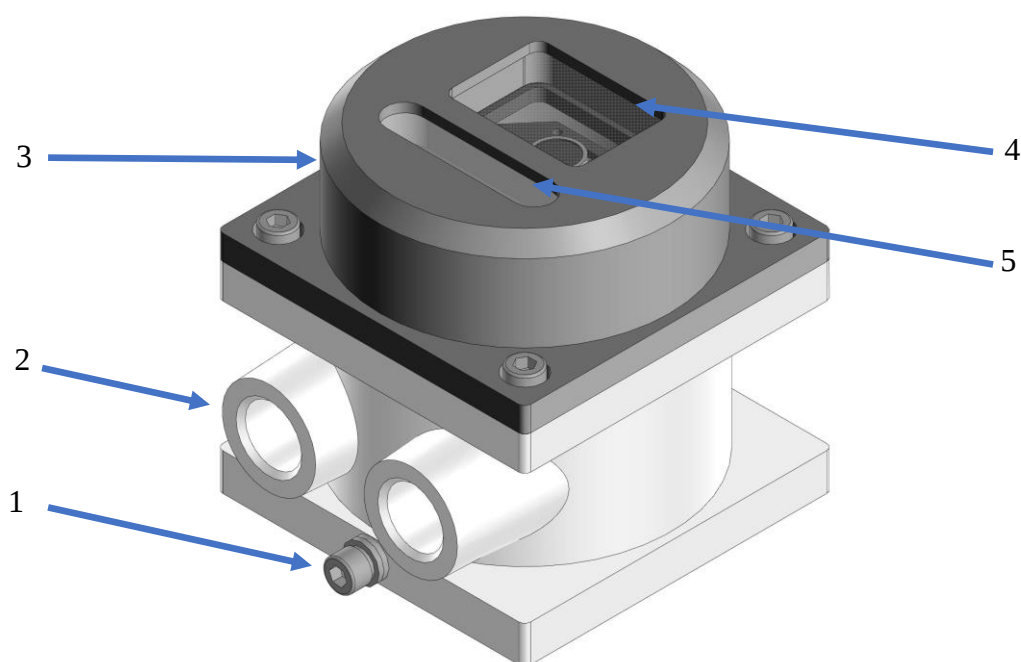

Рисунок 1 – Внешний вид видеокамеры АйТек ПРО A5-Exd
- Открутить винт крепежно-юстировочного устройства и отсоединить от видеокамеры, рис. 1;